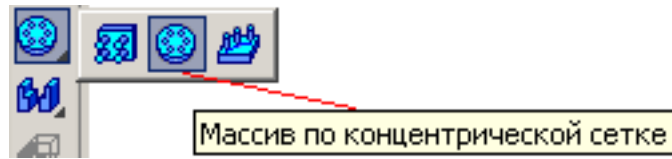

Рисунок 1.7 – Команда Масив по концентричній сітці
3. Виділіть зуб у дереві побудови, якщо виділення зняте, виберіть команду побудови **Масиву по концентричній сітці** (рис. 1.7):